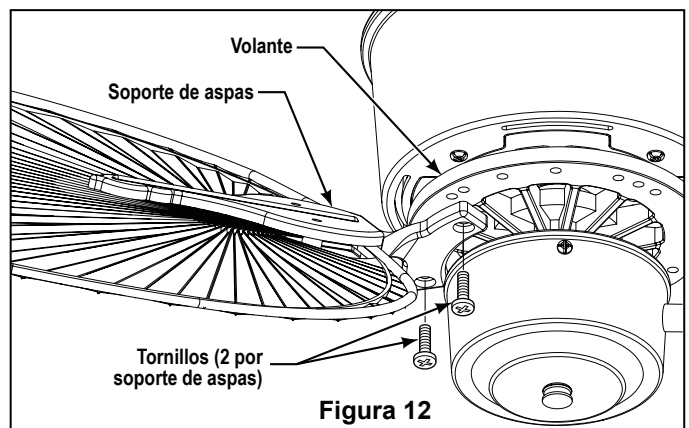

Figura 12
6. Ajuste ambos tornillos para asegurar el aspa. (Figura 12)
8. Asegúrese de que los tornillos que aseguran los soportes de aspas al volante estén bien ajustados y que los soportes de aspas estén correctamente asentados sobre el volante. (Figura 12)